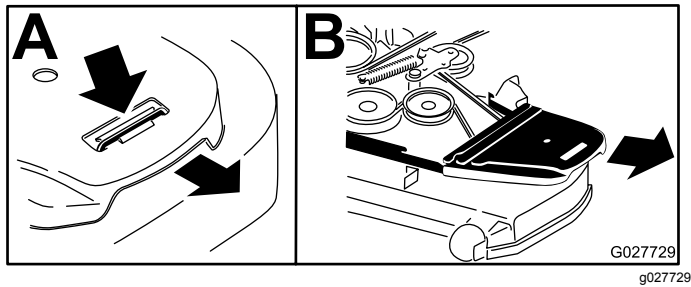

Figura 90
5. Retire la cubierta de plástico de la correa (Figura 90).
4. Retire las cubiertas de la correa (Figura 90).